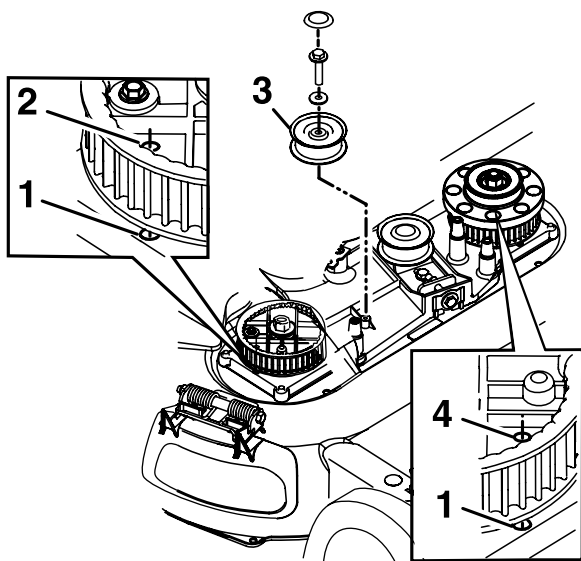

Figure 43
8. Déposez la poulie de tension fixe et les fixations (Figure 43).
10. Alignez les trous des pignons gauche et droit sur les trous du carter, comme montré à la Figure 43.